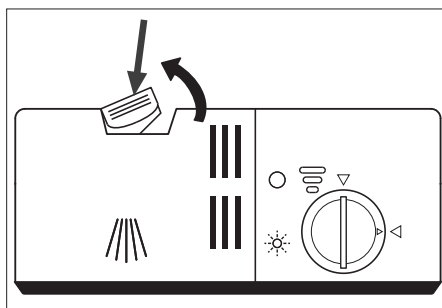

Fig. 12
- Si le couvercle du réservoir de produit de lavage (3/4) est fermé, faites glisser le levier de déverrouillage vers l'arrière (voir **fig. 12**). Le couvercle (7) s'ouvre.